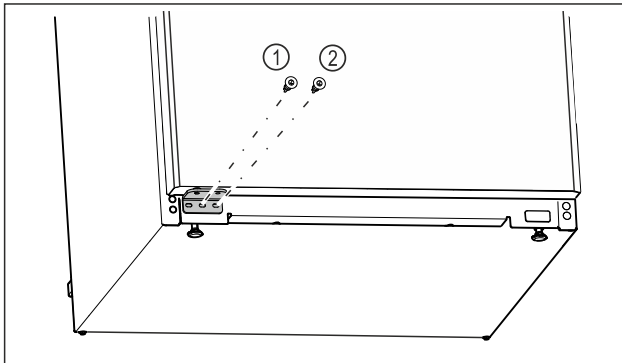

Fig. 22
- ▶ Serrer la vis centrale du support de palier Fig. 22 (1) avec un tournevis Torx 20.
- ▶ Serrer la vis intérieure du support de palier Fig. 22 (2) avec un tournevis Torx 20.